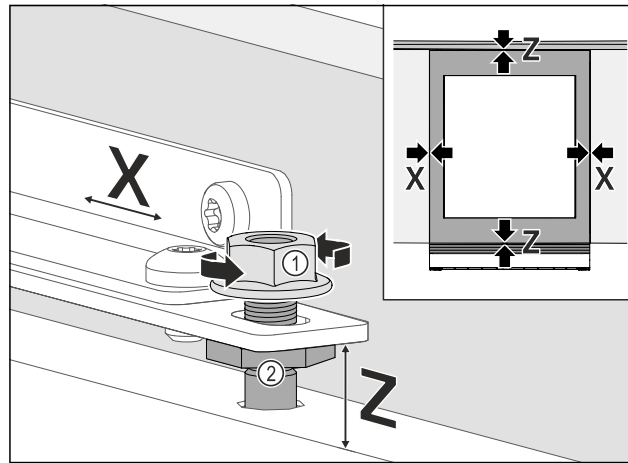

Fig. 77
- Rikta in möbeldörren i sidled: Lossa stoppmuttrarna Fig. 77 (1), flytta möbeldörren i X-riktning.
- Dra åt stoppmuttrarna Fig. 77 (1).
- Rikta in möbeldörren i höjd Z och lutningen åt sidan: Ställ in justeringsstiften Fig. 77 (2).